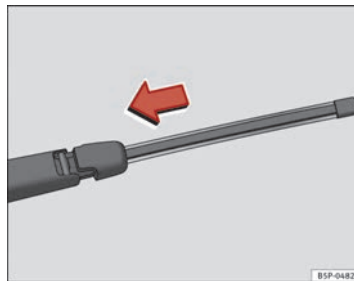

Abb. 133 Heckwischerblatt einsetzen
- Halten Sie das Wischerblatt wie in ⇒ Abb. 133 angezeigt fest und schieben Sie den Adapter so lange, bis er einrastet.